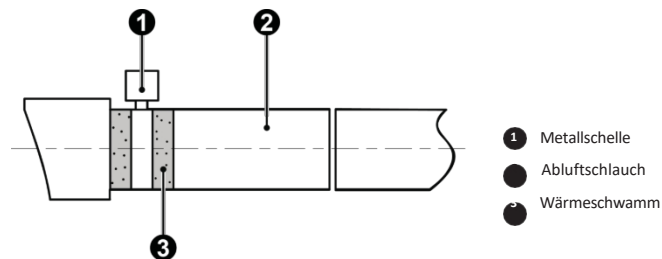
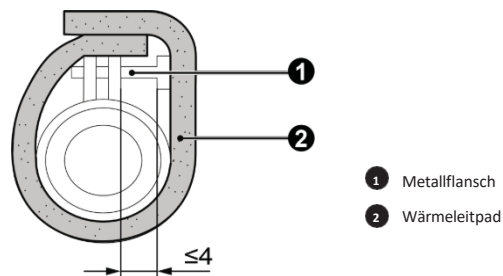

Abb. 4.9
Abb. 4.10
- 1 Führen Sie den Abflussschlauch in die Abflussöffnung ein und befestigen Sie ihn mit Klebeband, siehe Abb. 4.9.
- ① Metallschelle (Zubehör) ② Abflussschlauch (Zubehör) ③ Graues Klebeband (Zubehör)
- 3 Verwenden Sie die Dichtungsplatte, um die Schlauchschelle und den Schlauch abzudichten, siehe Abb. 4.10.
- ① Metallklemme (Zubehör) ② Wärmeschwamm (Zubehör)